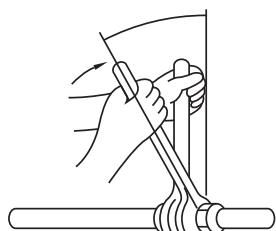

Fig. 5-9
- Applicera ett tunt lager köldmedelsolja på rörets anslutningsyta. (Fig. 5-9)